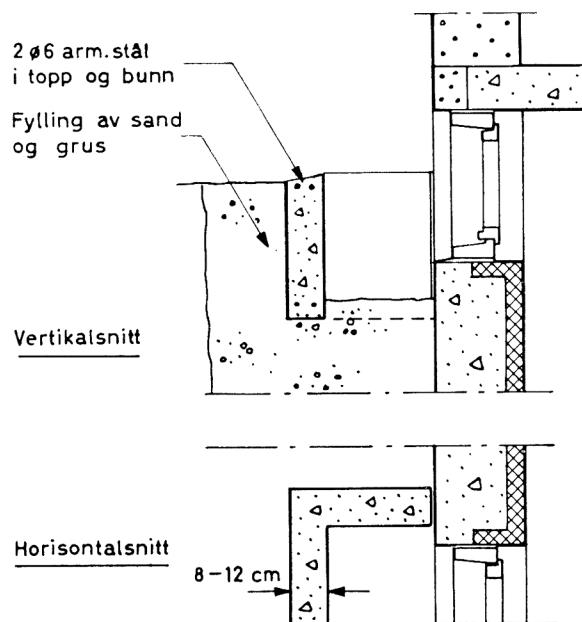

Fig. 212.
- 212 Lyskasser med høyde opp til 40 cm kan også lages ferdig på forhånd av betong med tykkelse 8–12 cm, fig. 212. Hvis lengden er over 60–70 cm, bør en bruke 2 stk. 6 mm armeringsstål i kassens over- og underkant. Kassen hviler på en fylling av grus eller sand og settes løst inn til muren. Omkring kassen fylles med sand eller grus.
Lyskasse som er opphengt i kjellervegg med armeringsstål. Utførelsen forutsetter at fyllingen er riktig utført. Hvis det kan være fare for telehiving, må kassen fundamenteres frostfritt eller utføres som vist på fig. 212.